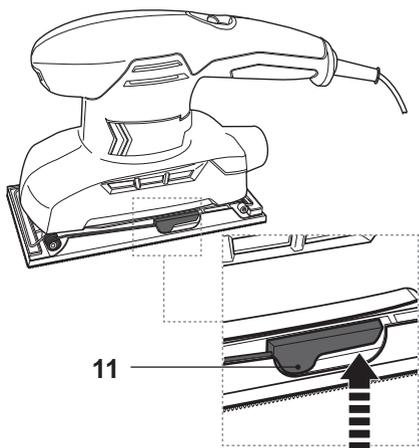

Fig. 3
- > Tirez sur le levier de pincement [11] vers le haut pour le libérer (Fig. 3).